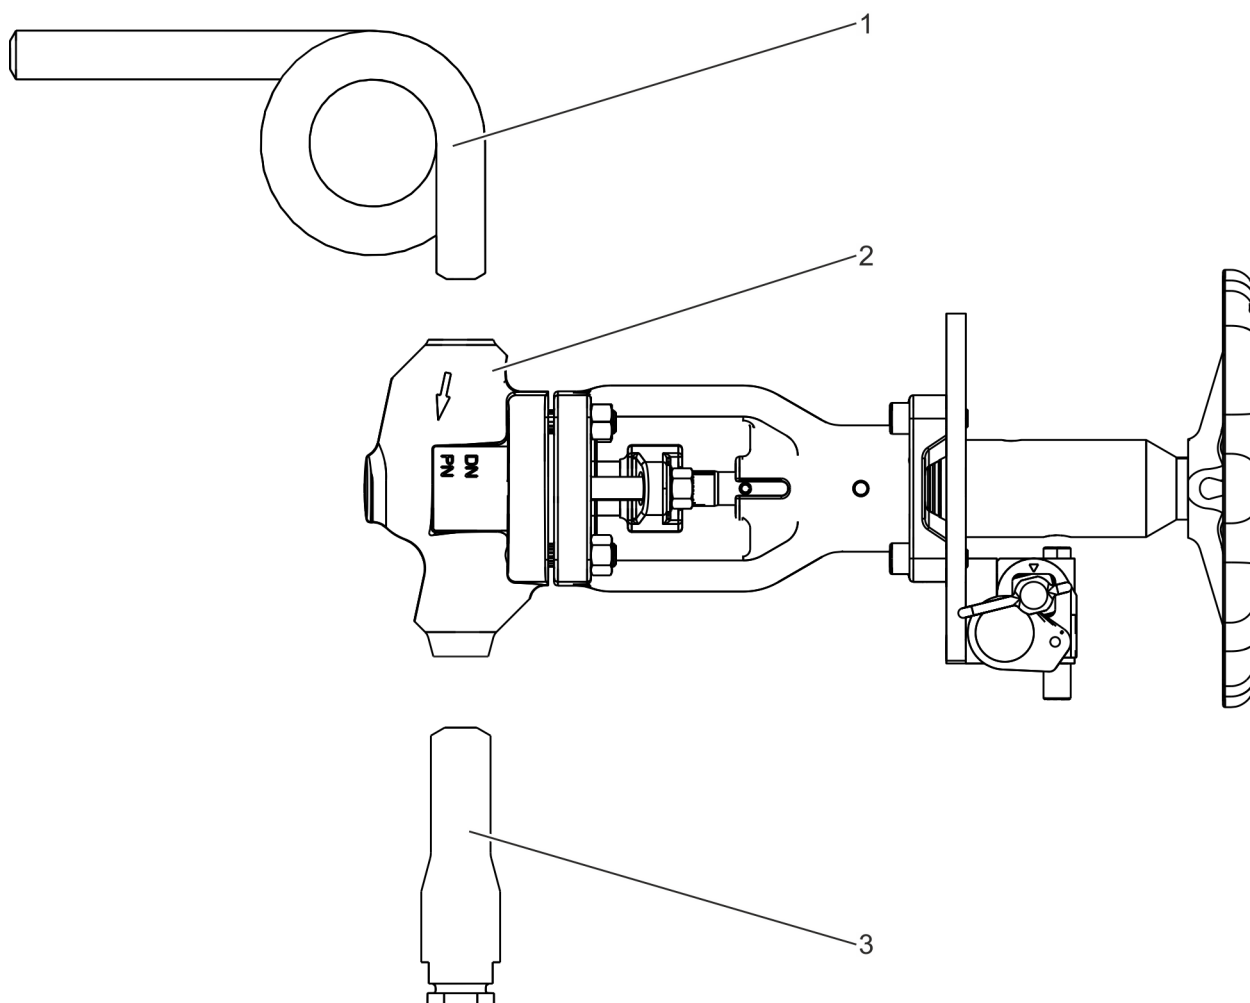

Fig. 1 : Composants de la protection contre la surpression
- d'un siphon (Fig. 1 /1),
- d'une vanne d'arrêt (représentation : HD 2000) (Fig. 1 /2) et
- d'un corps de vanne (Fig. 1 /3).